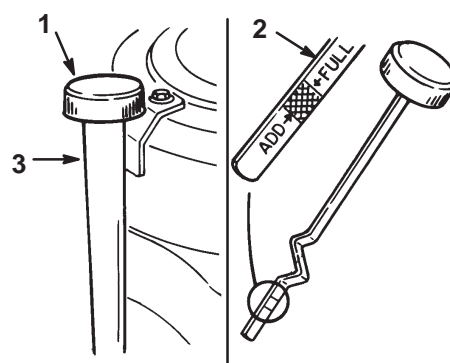

Figure 24
2. Nettoyez la surface autour de la jauge d'huile (Fig. 24) pour éviter que des impuretés s'introduisent dans le goulot de remplissage, ce qui risquerait d'endommager le moteur.
3. Dévissez la jauge d'huile et essuyez soigneusement l'extrémité métallique (Fig. 24).
4. Remettez la jauge complètement dans le tube de remplissage sans la visser (Fig. 24). Sortez de nouveau la jauge et examinez l'extrémité métallique. Si le niveau est bas, versez lentement une quantité d'huile suffisante dans le goulot de remplissage pour amener le niveau au repère du plein (FULL).
5. Versez lentement environ 80% de la quantité d'huile spécifiée à la page 25 dans le goulot de remplissage (Fig. 24). Vérifiez le niveau d'huile (voir Contrôle du niveau d'huile moteur, page 25). Faites l'appoint avec précaution pour amener le niveau au repère du plein.